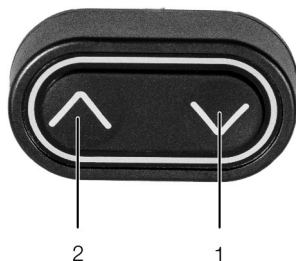

Imagen 1: Unidad de mando manual
Al pulsar la tecla abajo de la unidad de mando manual (imagen 1, pos. 1) se activa el sistema DESKLINE. La tecla debe mantenerse pulsada hasta que los accionamientos hayan alcanzado la posición límite inferior. Una vez que todos los accionamientos se encuentren detenidos en la posición final inferior, deberá soltarse durante 2-3 segundos la tecla abajo, para volverla a pulsar durante 6-8 segundos más. La inicialización se habrá completado. Durante la inicialización el sistema baja 5 mm y vuelve a subir. Es muy importante no dejar de pulsar la tecla durante la inicialización.